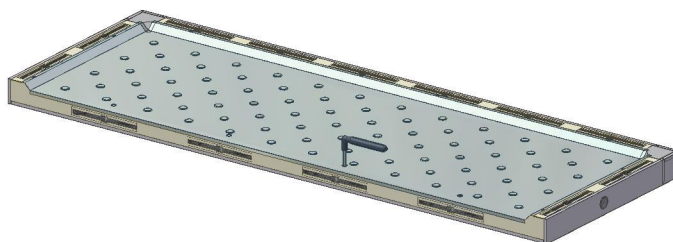

Fig. 2
- Prima dovete montare i **pannelli del fondo** (Fig. 2);